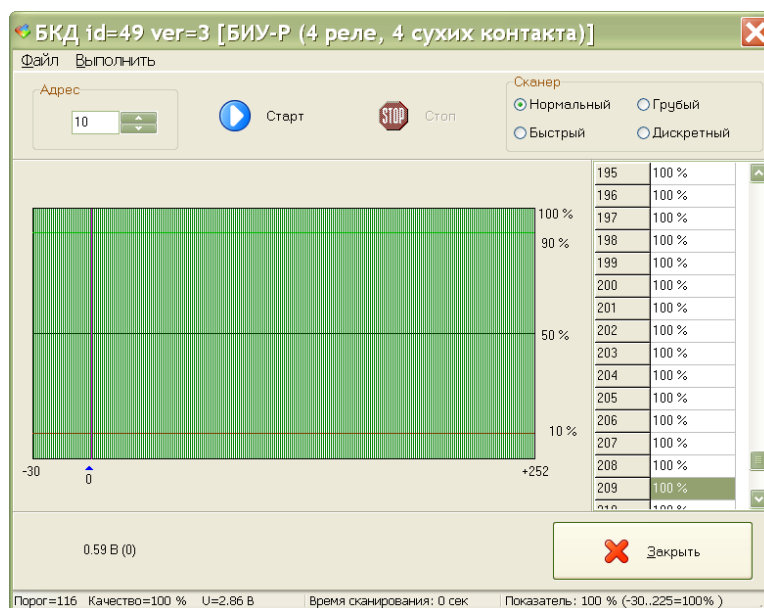

Рисунок 18
- 4) Проверить качество связи в СОС-95 между БКД-МЕ и ОПД-5Л (рисунок 18): установить режим сканера «Нормальный» и нажать кнопку «Старт». Качество связи должно быть 100% на всем диапазоне порогов приема БКД-МЕ.